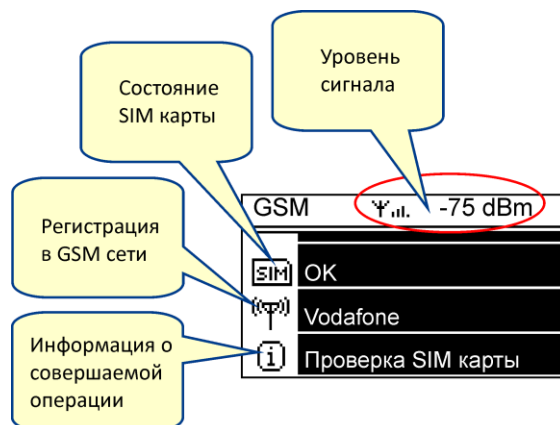

Рис. 5.25. Индикация состояния GSM модема
5.11.2 К коммуникационному порту контроллера может быть подключён GSM модем, поддерживающий RS-485 интерфейс. Использование GSM модема позволяет контроллеру принимать SMS команды и отправлять ответную SMS информацию (п. 5.11.2.1). Если в параметрах установлено подключение GSM модема (P104, табл. 5.10), то на главной странице индикации (п. 5.6) появится ещё один экран, отображающий состояние GSM модема (рис. 5.25).